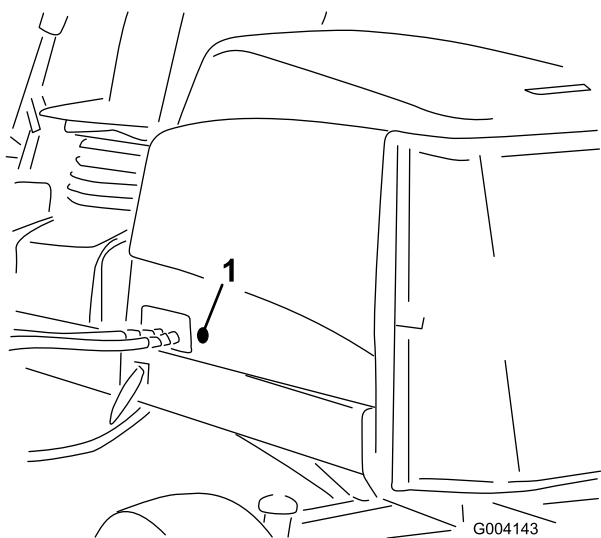

Figura 33
- Scoateți garnitura din cauciuc din orificiul din partea stângă a capotei (Figura 33).